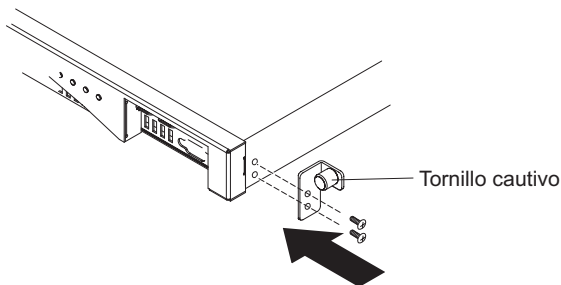

Figura 8. El delimitador adjunto al chasis del dispositivo
3. Adjunte los delimitadores con tornillos cautivos, como se muestra en Figura 8. Conecte el delimitador derecho al chasis del dispositivo: